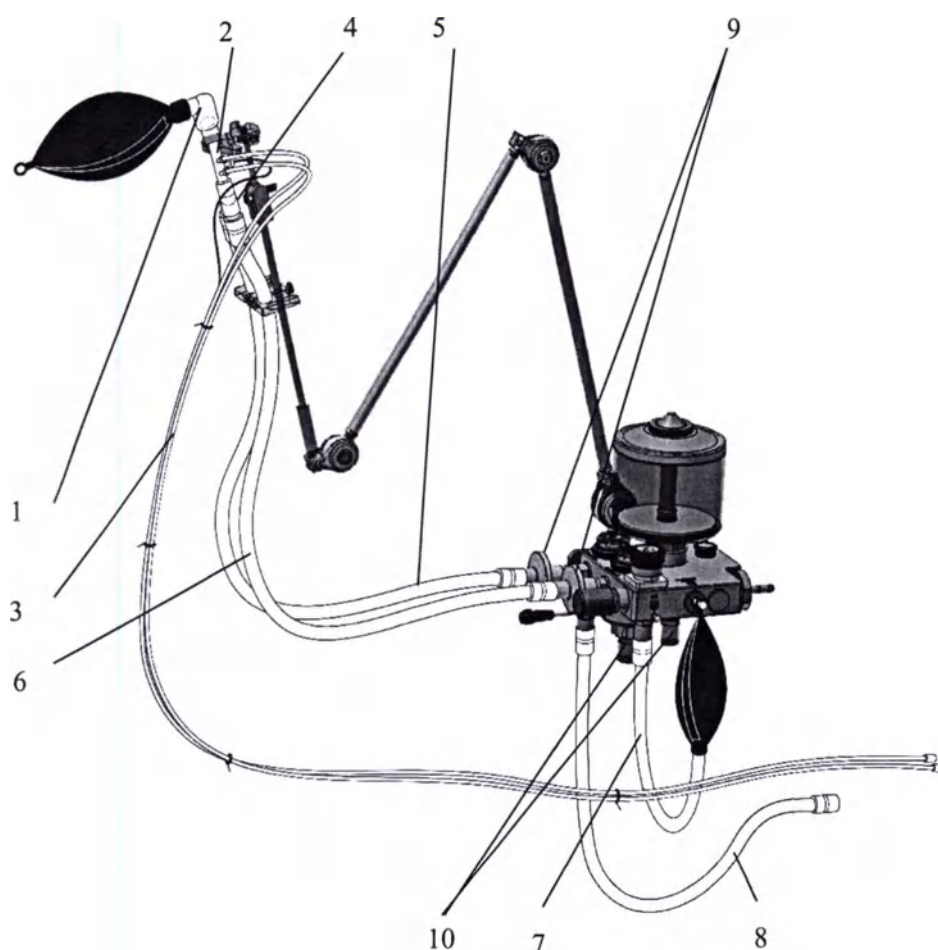

рис. 74
1. Составные детали системы шлангов – рис. 74 – колено (комплект переходников) /1/, датчик потока D-Lite (Pedi-Lite) /2/, дыхательный шланг (2 м, 3 м) /3/ магистраль отбора проб, адаптер Y-образный /4/, вдыхательный шланг (комплект дыхательного контура) /5/ и выдыхательный шланг (комплект дыхательного контура) /6/, мешок ручной вентиляции со шлангом (комплект дыхательного контура) /7/, сточный шланг предохранительного клапана (комплект дыхательного контура) /8/ соединяются и разбираются. Дыхательные вирусобактериальные фильтры /9/ ликвидируем указанным способом – режимом для ликвидации одноразовых зараженных компонентов.